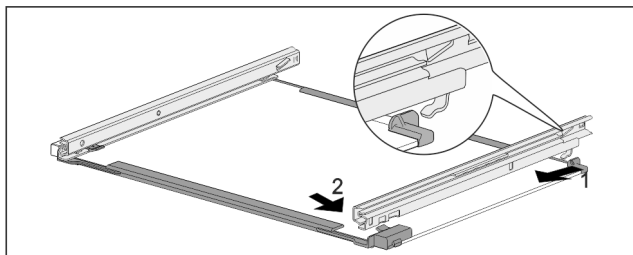

Fig. 158 Placa de sticlă cu șine
- ▶ Agățați șina în partea din spate. Fig. 158 (1)
- ▶ Înclichețați șina în partea din față. Fig. 158 (2)